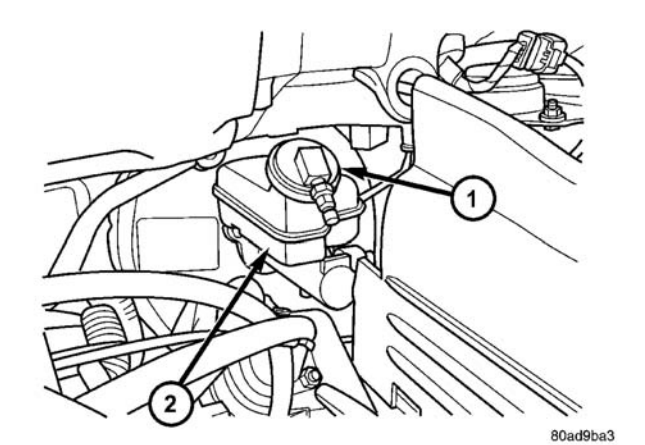

图 3 安装在总泵上的工具 6921
(1) 将总泵压力放气盖接头（专用工具 6921）安装在总泵的储液罐上（图 3）。在压力放气螺钉和专用工具 6921 的管接头之间连接油液软管。
(2) 将一根干净的塑料管连接到一个车轮的放气螺钉上，然后将软管插入装有新制动液的干净罐子内。
(3) 打开左后车轮放气螺钉至少一整圈以上，以获得足够的制动液流量。